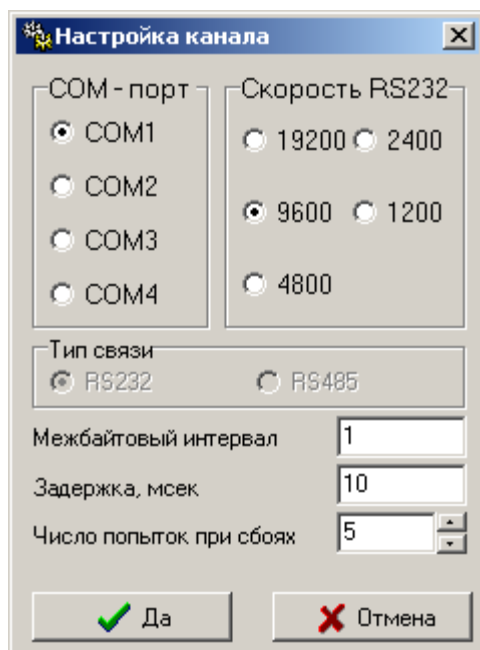

Рис. 6. Вид окна «Настройка канала».
2.4.1.5. Параметры связи ПК с КПИ задают в окне **Настройка канала** (рис.6), раскрывающегося после активизации кнопки **Параметры**, расположенной под таблицей **Состав комплекса**.
2.4.1.7. Параметры связи поверяемого прибора, в случае его подключения к КПИ или ПК по RS-интерфейсу, задаются в окне **Настройка канала** (рис.6). Окно раскрывается после активизации кнопки **Параметры**, расположенной в области **Поверяемый прибор**.